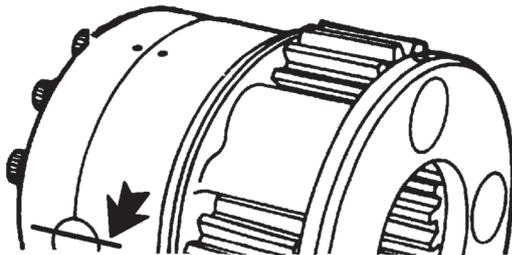

Figura 23
- A. Marque com tinta não lavável, as duas metades da caixa e a cruzeta para que a posição original seja mantida na remontagem. (Figura 23).